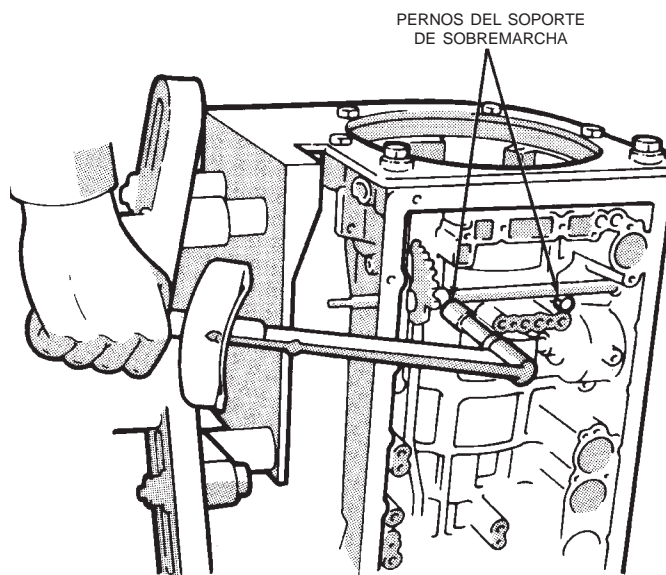

Fig. 160 Instalación de los pernos del soporte de sobremarcha
(57) Instale y apriete los pernos del soporte de sobremarcha con una torsión de 25 N·m (19 lbs. pie) (Fig. 160).